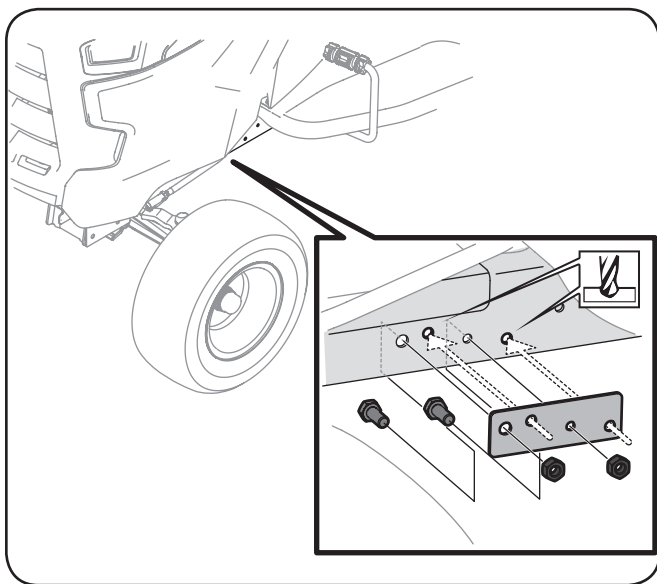

Figure 3-22
- Alignez le gabarit B sur le côté gauche de l'appareil, puis fixez-le en place à l'aide des boulons hexagonaux et des écrous fournis dans l'ensemble d'installation. Voir Figure 3-22.
- Percez les trous à l'aide de la mèche de $\frac{3}{32}$ " fournie dans l'ensemble d'installation. Voir Figure 3-22.